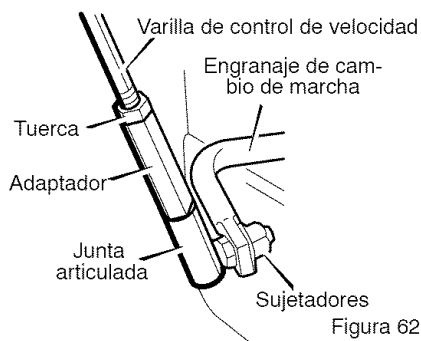

Figura 62
4. Conecte el **junta articulada**, ubicada en el extremo inferior de la **varilla de control de velocidad** al **conjunto de horquilla de cambios**. Vea la Figura 62. La fábrica se encarga de conectar los **sujetadores** a la **junta articulada**.